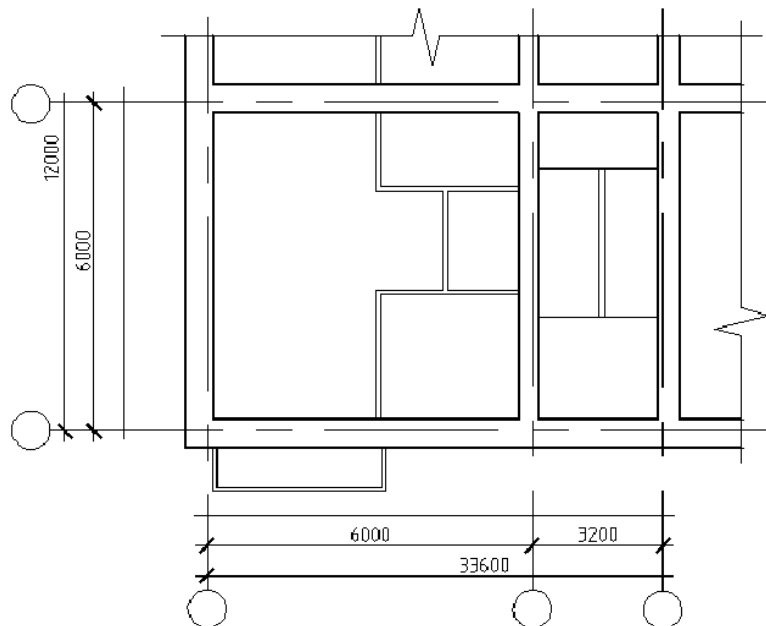

Рис. 2.18. Другий етап виконання креслення плану будівлі
2. З урахуванням прив'язки осей і товщини стін, креслять контури поздовжніх і поперечних зовнішніх і внутрішніх капітальних стін, рис. 2.18.